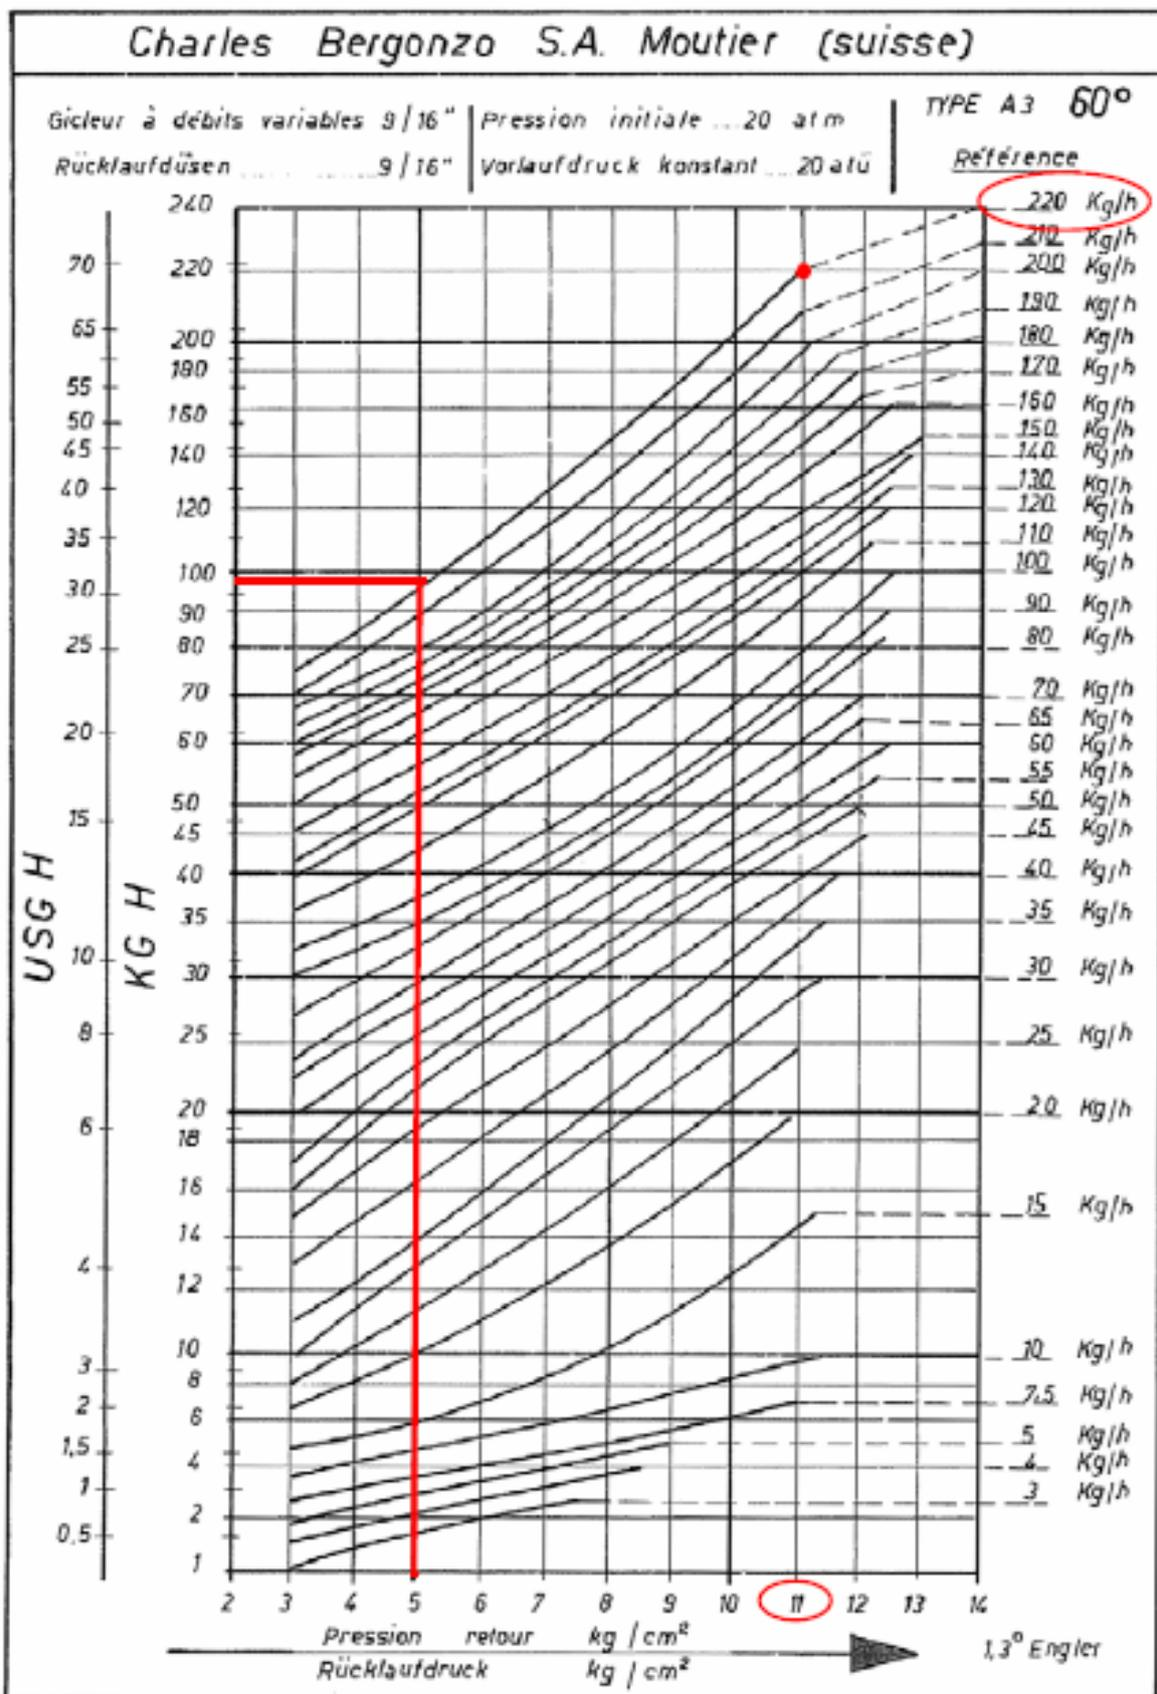

Рис. 4
Расход дизельного топлива регулируется за счет выбора форсунки (противопоточного типа), соответствующего мощности котла и типу применения размера, а также регулировки давления на прямом и обратном ходе жидкого топлива, согласно данным, указанным в таблице и на графике на Рис. 4 (для считывания давления - читайте последующие параграфы).
**Пример (Bergonzo):** если горелка укомплектована форсункой, с расходом, равным 220 кг/час, то максимальное давление обратного хода топлива регулируется примерно на 11 бар, имея на подаче давление в 20 бар: при таких условиях достигается расход в 220 кг/час. Если же необходимо на обратном ходе иметь давление, равное 5 барам, то нужно воздействовать на регулировочный винт регулятора давления (см. Рис. 4). Получаемый расход будет составлять примерно 95 кг/час (см. пример, приведенный далее в графике).
9. Давление питания форсунки уже отрегулировано заранее на заводе-изготовителе и не должно изменяться. Только в случае необходимости, отрегулировать давление питания (см. соответствующий параграф) следующим образом: установить манометр в положение, указанное на Рис. 15, воздействовать на регулировочный винт VR насоса (см. Рис. 5) до получения на форсунке давления в 19-20 бар (форсунки Bergonzo - см. график на Рис. 4);
15. Смещать кулачок III (малое пламя) в сторону минимальной мощности, с тем, чтобы сервопривод начал закрываться, до тех пор, пока два подшипничка не совместятся с регулировочным винтом, относящимся к самой низкой точке: закручивать винт V для увеличения расхода, откручивать - для уменьшения, с целью получения значения давления, как на графике на Рис. 4, на основании требуемого расхода.